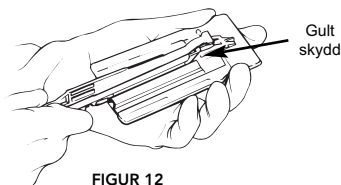

FIGUR 11
- 6b. Applicera en kontinuerlig tunn gelsträng på varje remsa (se figur 11).